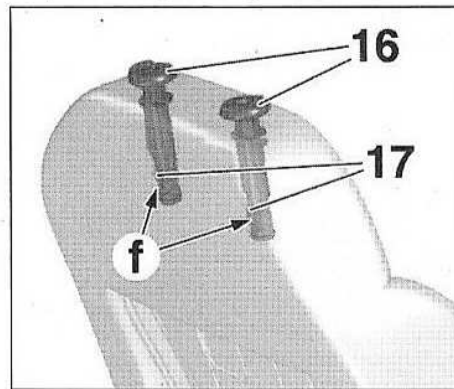

FIG.15
- les supports d'appui-tête (16) en poussant les verrouillages (17) en (f) (Fig.15).
- Déposer les supports d'appui-tête (16).